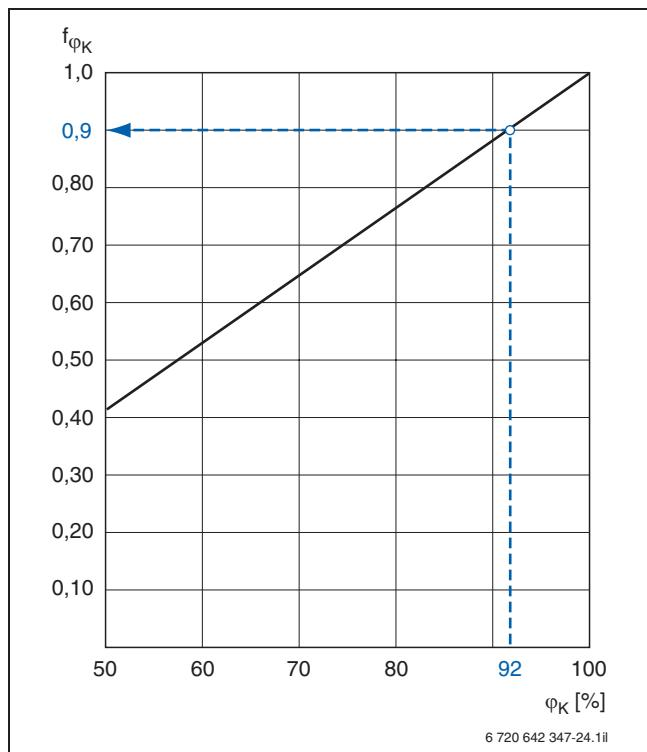

Рис. 28. Коэффициент пересчета номинальной теплопроизводительности конденсационного теплообменника (при температуре воды на входе 30 °C)
- $f_{\phi K}$**  Коэффициент пересчета см. рис. 28
- $f_{\phi K} = 0,9$  (см. рис. 28)